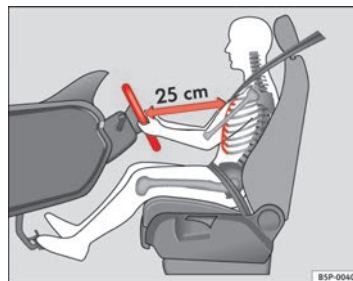

Fig. 138 Position de conduite correcte
- Réglez le volant jusqu'à ce que vous obteniez la position souhaitée $\Rightarrow$ fig. 138.
- Réglez le siège du conducteur ou le volant de sorte que la distance entre celui-ci et votre thorax soit au moins de 25 cm $\Rightarrow$ fig. 138. Si vous ne respectez pas cette distance minimale, le système d'airbag sera dans l'incapacité de vous protéger – danger de mort !